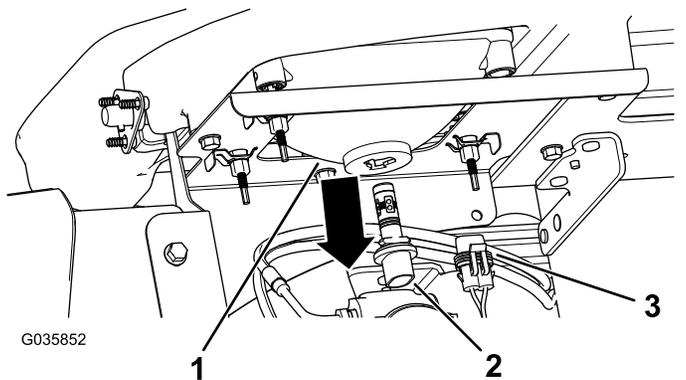

図 43
3. ヘッドライトハウジングの裏側からきているランプアセンブリ用ハーネスコネクタを外す 図 43。
4. ランプアセンブリを左に¼回転させて後ろに引き抜いてヘッドライトハウジングから取り出す 図 43。
5. 新しいランプアセンブリとヘッドライトハウジングを入れ、ランプアセンブリについているタブをヘッドライトハウジングのスロットに合わせる 図 43。
6. ランプアセンブリを右方向に¼回転させて取り付ける 図 43。
7. ハーネス用のコネクタを、新しいランプアセンブリのコネクタに接続する 図 43。